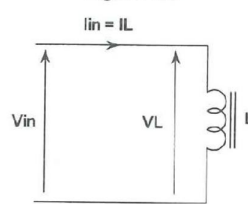

Figure 4b
Si on trace la courbe de croissance du courant dans la self (figure 4b), on constate que la variation de courant pendant cette phase peut être égale à **2.I_{Lmoy}** au maximum. Rappelons que **I_{Lmoy}** a été défini plus haut en (5). On en déduit un premier résultat :